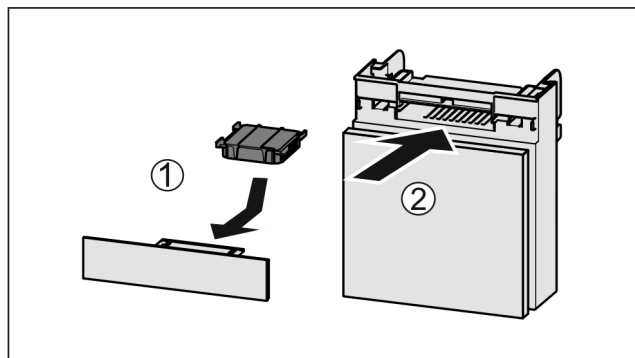

Fig. 143
- Introduceți Fig. 143 (1) filtrul de cărbune activ după cum se vede în figură.
- Împingeți Fig. 143 (2) compartimentul în interior.